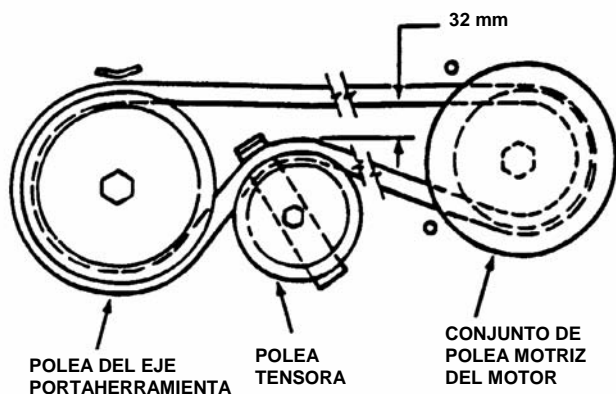

FIGURA 4.3
3. Coloque la altura de corte de la plataforma en la 3ª posición. Mida el espacio de la correa en la polea tensora. La distancia debe medir 1-1/4", pero no menos de 1". Vea la figura 4.3.